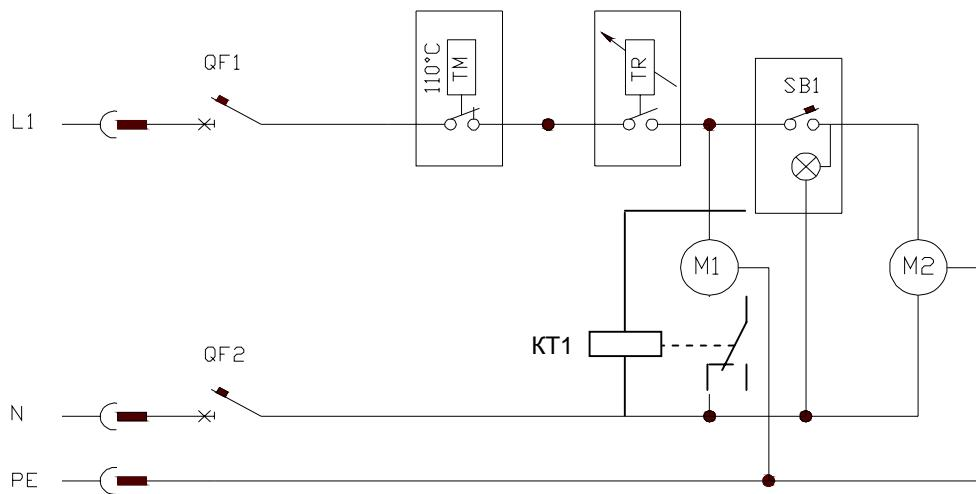

Рисунок 2 - Схема электрическая принципиальная без ПЧВ
5.3 Датчики и электродвигатели соединены электрическими проводами с блоком управления согласно приложенной схеме рис.2. На блоке управления установлен главный выключатель (автоматический прерыватель тока). Блок управления подключен к электросети заземленной штепсельной вилкой или непосредственным соединением. Отключение котла от электросети можно произвести выключением штепсельной вилки или обесточиванием.
5.8 Подключение оборудования к электросети разрешается только после проверки правильности электрических соединений по прилагаемой схеме (рис.2) и соответствия ПУЭ. Проверка должна выполняться электриком или специалистом, вводившим оборудование в эксплуатацию. **Изготовитель** не несет ответственности за полученные травмы или повреждения, возникшие в результате неправильно выполненных электрических соединений.